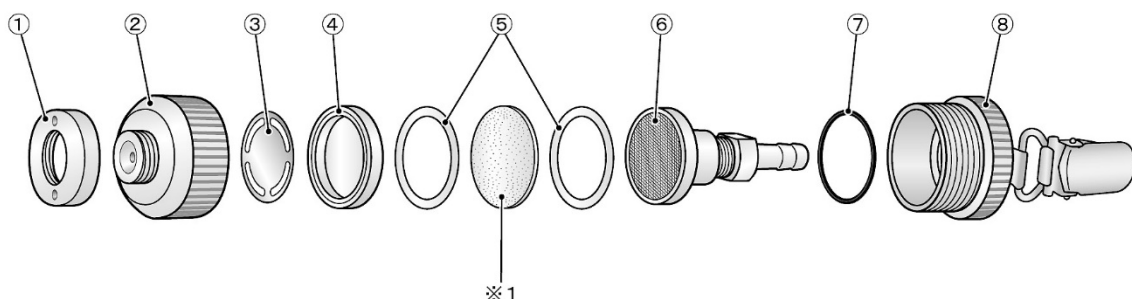

図1 ホルダー組立順序
7. 秤量した PTFE バインダーフィルターと、金属捕集板を図1の順序に従ってホルダーにセットします。